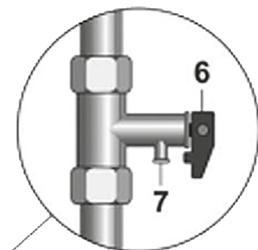

Рисунок 1. Схема подключения
Установить предохранительный клапан (Рис. 1, п. 5) на входе холодной воды (Рис. 1, п. 3), помеченном синим кольцом, закрутив на 3,5 - 4 оборота, обеспечив герметичность соединения любым уплотнительным материалом (льном, лентой ФУМ и др.).
Подключение к водопроводной системе производится в соответствии с Рис. 1 только при помощи медных, металлопластиковых или пластиковых труб, а также специальной гибкой сантехподводки. Запрещается использовать гибкую подводку бывшую ранее в употребление. Рекомендуется подавать воду в ЭВН через фильтр-грязевик, установленный на магистрали холодной воды (не входит в комплект поставки).
После подключения откройте вентиль подачи холодной воды (Рис. 1, п.10) в ЭВН, кран выхода горячей воды из ЭВН (Рис. 1, п. 11) и кран горячей воды на смесителе, чтобы обеспечить отток воздуха из водонагревателя. При конечном заполнении ЭВН из крана смесителя непрерывной струей потечет холодная вода.
**Примечание:** для облегчения обслуживания ЭВН в процессе эксплуатации рекомендуется установка сливного вентиля (Рис. 1, п. 4) в соответствии с рис. 1 (для моделей, не оборудованных сливным патрубком (не входит в комплект поставки ЭВН)).